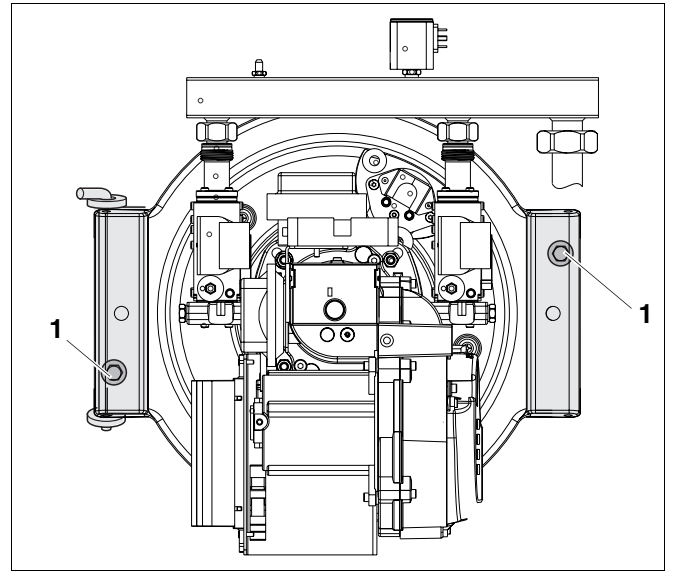

Abb. 10 Brennertür schließen und festschrauben
- Brennertür schließen und mit den Befestigungsschrauben am Heizkessel mit 10 bis 15 Nm anschrauben (Abb. 10, **Pos. 1**).